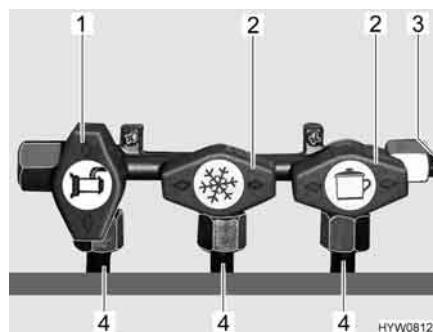

Fig. 94 Posizione dei rubinetti di arresto del gas (esempio)
- Posizionare il rubinetto di arresto del gas dell'apparecchio a gas corrispondente parallelamente (Fig. 94,1) alla tubatura (Fig. 94,4) che alimenta l'apparecchio a gas.
- Posizionare il rubinetto di arresto del gas dell'apparecchio a gas corrispondente trasversalmente (Fig. 94,2) alla tubatura (Fig. 94,4) che alimenta l'apparecchio a gas.